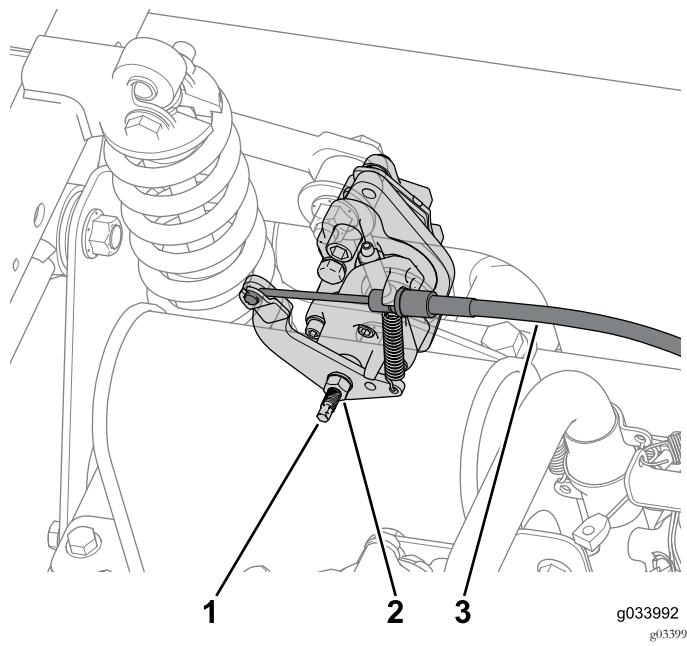

图61
2. 断开连接到各个制动卡钳的手刹拉索图61。
1. 松开锁紧螺母然后将后制动卡钳上的调节螺丝逆时针旋转 2 圈图61。